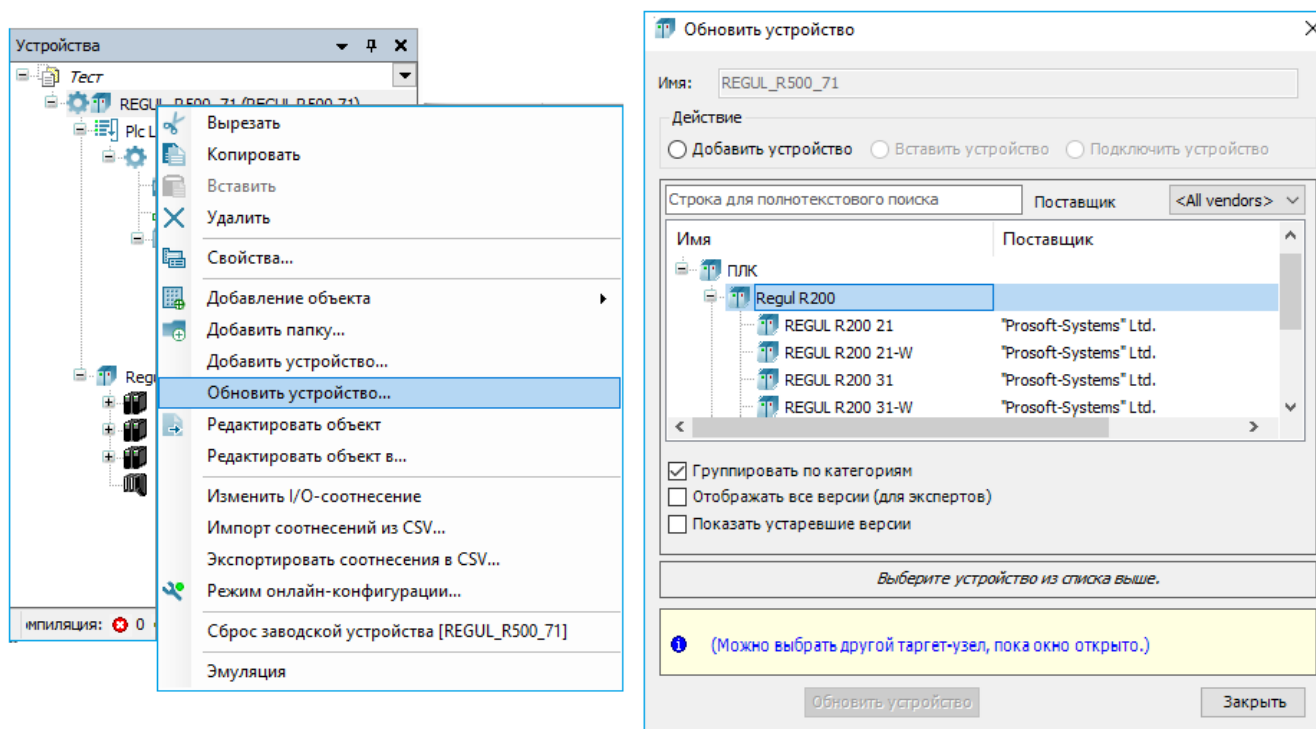

Рисунок 45 – Обновление устройства
- замените контроллер (головное устройство в дереве устройств) – в контекстном меню выберите пункт **Обновить устройство...**. Откроется окно **Обновить устройство**, где в списке выберите новый контроллер, нажмите кнопку **Обновить устройство** (Рисунок 45). Закройте окно;